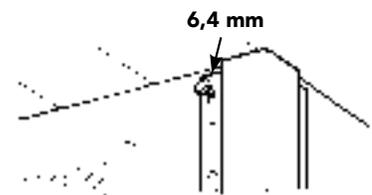
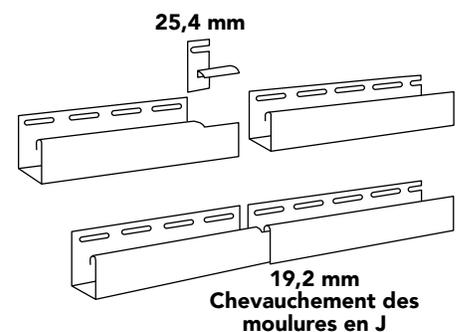
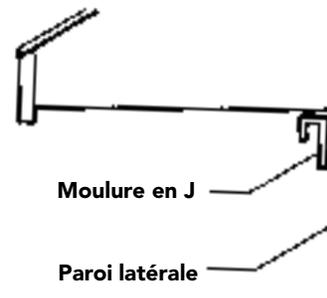

Figure 51
Figure 53
Figure 54
- Enfoncer le premier clou dans la dernière fente de clouage, tout en haut (Figure 51). Enfoncer tous les autres clous au centre des fentes. L'espacement des clous doit être 203 à 305 mm (8 à 12 po).
- Clouer à intervalle de 203 - 305 mm (8 à 12 po). Utiliser le centre des fentes de clouage. Fixer solidement le vinyle tout en permettant un « flottement ». Ne pas restreindre le mouvement latéral. Laisser un espace de 6,4 mm (1/4 po) en haut des moulures de coins (Figure 51). Au point de jonction des sections horizontales, couper 25,4 mm (1 po) de la bride de clouage, puis faire un chevauchement de 19,2 mm (3/4 po) pour créer un joint net (Figure 53).
Poser une moulure en J en haut des parois latérales (Figure 54). Sur les murs de pignon, pincer et relâcher le cordeau à la base du pignon, puis poser la moulure en J. Faire chevaucher s'il y a lieu les sections et permettre la dilatation (Figure 53).